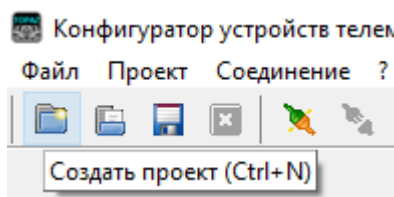

Рисунок 3.3 Кнопка «Создать проект»
2. нажатием кнопки на панели быстрого запуска (Рисунок 3.3).